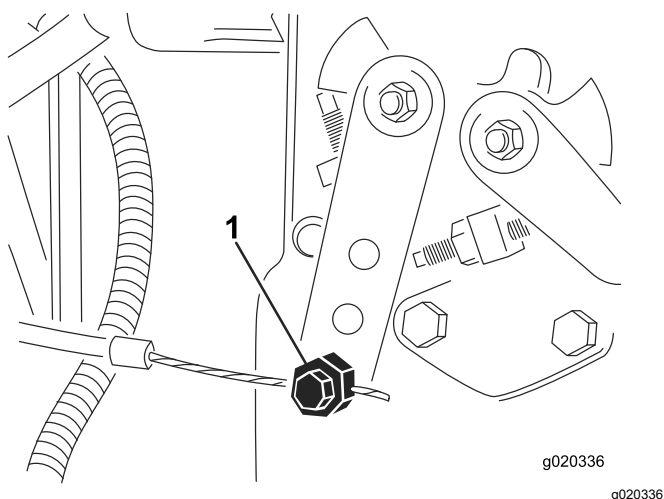

Bild 79
3. Lockern Sie den Anschluss des Bowdenzugs am Arm der Einspritzpumpe (Bild 79).